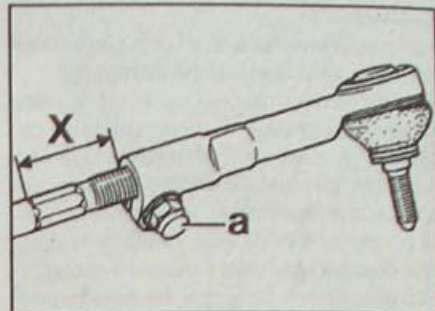

Рис. 9.11. Место измерения размера (X) от шестигранника рулевой тяги до наконечника рулевой тяги: а – зажимной болт крепления наконечника рулевой тяги
- При замене рулевой передачи сохраните для дальнейшего использования наконечники рулевых тяг. Отверните на один оборот зажимной болт крепления наконечника рулевой тяги. Измерьте размер от шестигранников рулевых тяг до наконечников рулевых тяг и отверните наконечники рулевых тяг (рис. 9.11).
- При наворачивании наконечников рулевых тяг обеспечьте равные размеры (X, рис. 9.11) от шестигранников рулевых тяг до наконечников рулевых тяг.